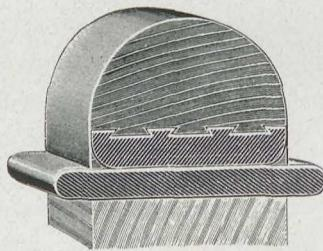

Abb. 101. Exelsior, Vollgummireifen.
b. Die Vollgummibereifung (Abb. 101) besteht aus einer reinen Gummimischung und findet nur bei schweren Lastwagen Verwendung. Bei schwereren Lastwagen sind die Hinterräder mit doppelten Vollgummireifen versehen.